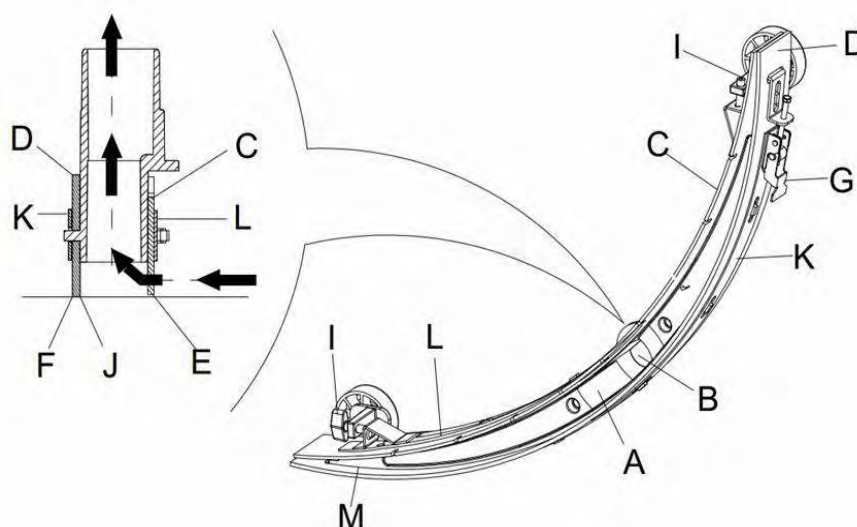

Figura 15
2. Presione el interruptor de encendido (41) en posición "O" para apagar la máquina.
3. Desenrosque el mango fijo (16) de la escobilla de goma; desmonte el conector que junta la manguera de aspiración de recuperación de la escobilla de goma y retire la escobilla.
4. Use la palanca de elevación de la escobilla (14) para levantar el bastidor de la escobilla.
5. Limpie la escobilla de goma (**Figura 15**). Limpie bien la ranura (**A, Figura 15**) la suciedad y los escombros de la manguera de aspiración. Compruebe si la lámina delantera (C) y la lámina posterior (D) permanecen intactas o si tienen grietas y bordes rotos. Reemplácelos si hace falta (refiérase a los pasos en el apartado que sigue).
1. Observando los métodos mencionados en la sección anterior, limpie la escobilla de goma (**Figura 15**).
2. Inspeccione el borde (**E, Figura 15**) en la lámina delantera de la escobilla y el borde (F) de la lámina posterior (D). A lo largo de su longitud, deben ser alineados. De lo contrario ajuste su altura conforme a los siguientes procedimientos:
- Afloje el gancho (G) para permitir que la lámina posterior de la escobilla de goma (D) quede separada del retenedor (M) para ajustar la posición de la escobilla de goma. Después de ajustar, vuelva a apretar el gancho.
- Afloje el tornillo en el mango (I) para ajustar la lámina delantera de la escobilla de goma (C); apriete el tornillo del mango después de ajustar.
3. Revise la integridad de la lámina delantera (C) y la lámina posterior (D), compruebe si hay cortaduras y fugas. Si hace falta, reemplácelos como es indicado abajo. Asegúrese de que el borde delantero (J) de la lámina posterior no esté desgastado; De lo contrario, dé vuelta a la lámina para sustituir el borde desgastado por un íntegro (el borde superior debe ser intacto). Si el borde superior también está gastado, reemplace la lámina según el siguiente procedimiento:
- Afloje el gancho (G) para permitir que la lámina de presión se separe del retenedor (M), retire la barra de ganchos (K), luego cambie o dé vuelta a la lámina posterior (D). Instale la lámina posterior de la escobilla de goma en el orden inverso del desmontaje.
- Afloje el tornillo del mango (I) y retire la barra de ganchos delantera (L), a continuación cambie la escobilla de goma delantera (C).